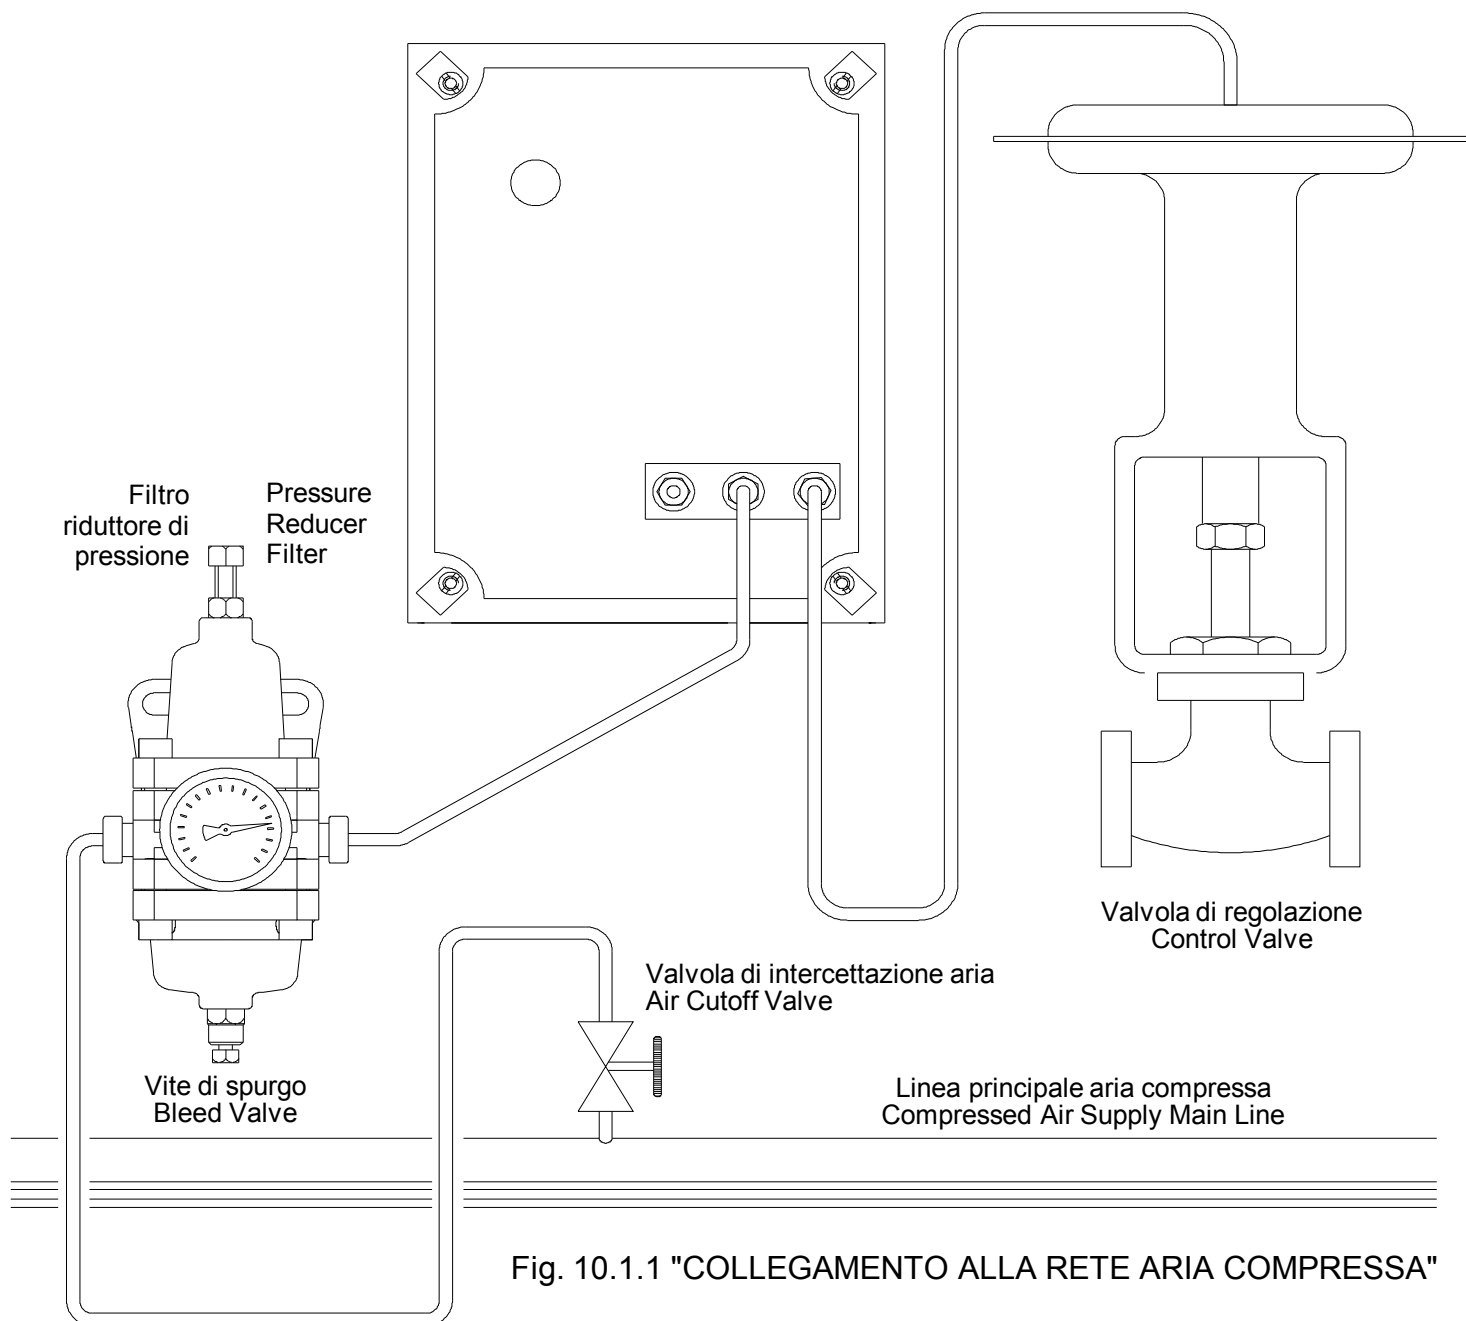

Fig. 10.1.1 "COLLEGAMENTO ALLA RETE ARIA COMPRESSA"
### 10.1. COLLEGAMENTO ALLA RETE ARIA COMPRESSA (Fig. 10.1.1)
### 10.1. COMPRESSED AIR SUPPLY (Fig.10.1.1)
**A** - Alimentare l'apparecchio con aria a 20 psi ( $\pm 1,5$ ) e aprire la vite di spurgo del filtro riduttore di pressione (vedi Fig. 10.1.1) fino al completo scarico di eventuali condense.
**A** - Apply a 20 psi air supply ( $\pm 1.5$ ) and open the bleed valve of the pressure reducer filter (see Fig.10.1.1) until any condensate has been completely discharged.
**A** - Alimentare l'apparecchio con aria a 20 psi ( $\pm 1.5$ ) e aprire la vite di spurgo del filtro riduttore di pressione (vedi Fig. 10.1.1) fino al completo scarico di eventuali condense.
**A** - Apply a 20 psi air supply ( $\pm 1.5$ ) and open the bleed valve of the pressure reducer filter (see Fig. 10.1.1) until any condensate has been completely discharged.
**A** - Aprire la valvola dell'azione derivativa ruotando la manopola (53) in senso orario sino al fermo.
**B** - Alimentare l'apparecchio con aria a 20 psi ( $\pm 1,5$ ) e aprire la vite di spurgo del filtro riduttore di pressione (vedi Fig. 10.1.1) fino al completo scarico di eventuali condense.
**A** - Open the derivative action valve by rotating clockwise the knob (53) to the lock.
**B** - Apply a 20 psi air supply ( $\pm 1.5$ ) and open the bleed valve of the pressure reducer filter (see Fig. 10.1.1) until any condensate has been completely discharged.